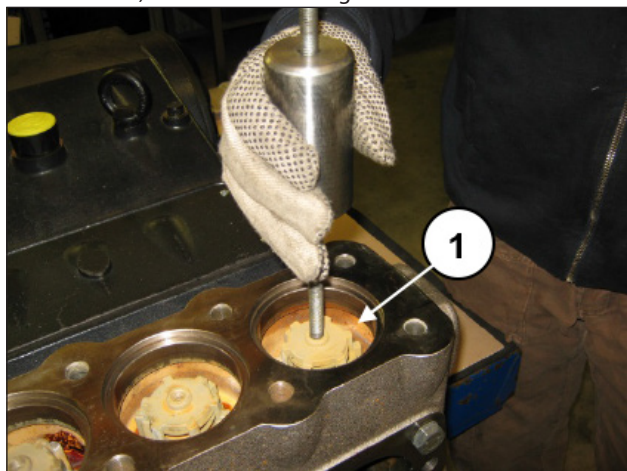

Fig. 95
- D) Extraer la guía de la válvula de envío, el muelle y la válvula esférica aplicando un extractor de percusión (cód. 27516400) en el orificio M10 de la guía de la válvula (pos. ①, Fig. 95) o, como medida adicional, aplicar un adaptador M10-M16 (cód. 25089700) a la rosca M16 de la guía de la válvula.